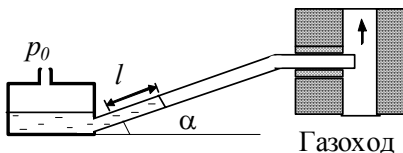

Рисунок 2.11
2.10. Разрежение в газоходе парового котла измеряется микроманометром (рисунок 2.11).